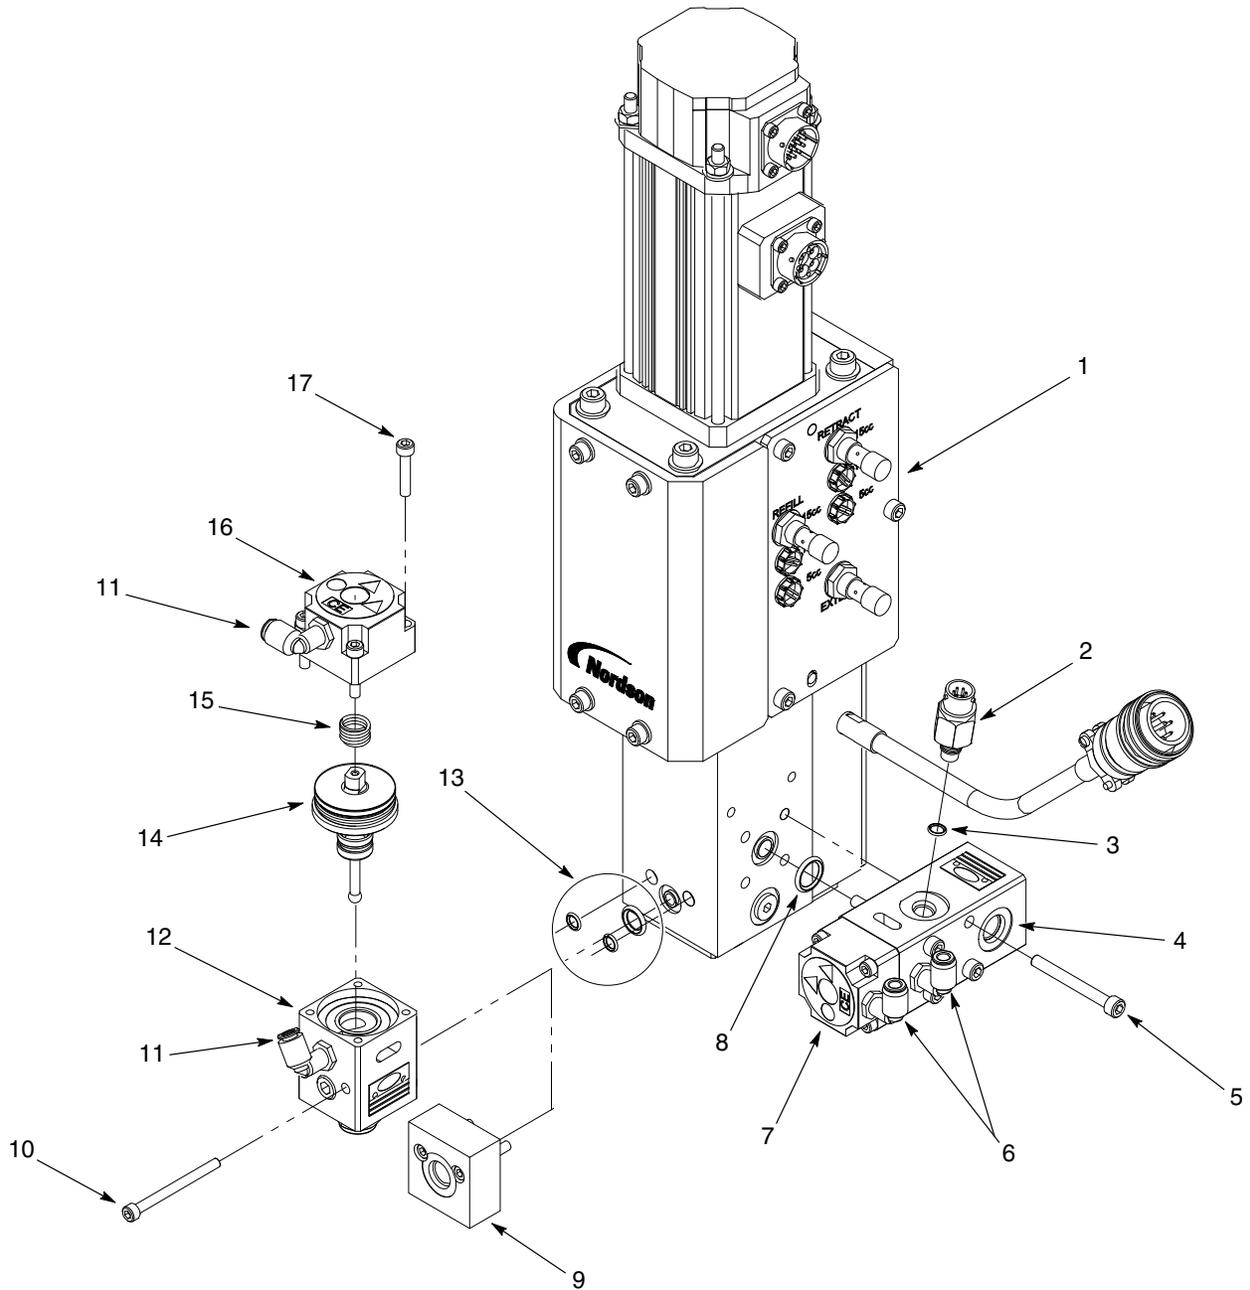

Figura 12 Reparación de la válvula de entrada y de salida
Ver la figura 12 y aplicar los siguientes procedimientos para realizar las reparaciones de la sección hidráulica.
1. Ver la figura 12. Extraer los tornillos (17) que fijan la tapa del cilindro neumático (16) al cuerpo de la válvula (12). Extraer el muelle (15) del cuerpo de la válvula.
2. Utilizando un pequeño destornillador, extraer el cartucho de empaque (14) del cuerpo de la válvula (12).
3. Instalar el nuevo cartucho de empaque (14) en el cuerpo de la válvula (12).
4. Instalar el muelle (15) en el cartucho de empaque (14).
5. Instalar la tapa del cilindro neumático (16) utilizando los tornillos (17). Apretar los tornillos a 8,5-9 N•m (75-80 pulg.-lb).
Ver la figura 12 y utilizar el siguiente procedimiento para sustituir la válvula de salida.
Ver la figura 12 y aplicar el siguiente procedimiento para sustituir la válvula de entrada.
1. Ver la figura 12. Desconectar el cable del transductor de presión (2).
2. Extraer el transductor de presión (2) de la válvula de entrada (7).
3. Lubricar la junta tórica del transductor de presión (3) con grasa TFE. Instalar el transductor de presión (2) en la válvula de entrada (7) y apretarlo a 5-5,6 N•m (45-50 pulg.-lb).
4. Conectar el cable al transductor de presión (2).